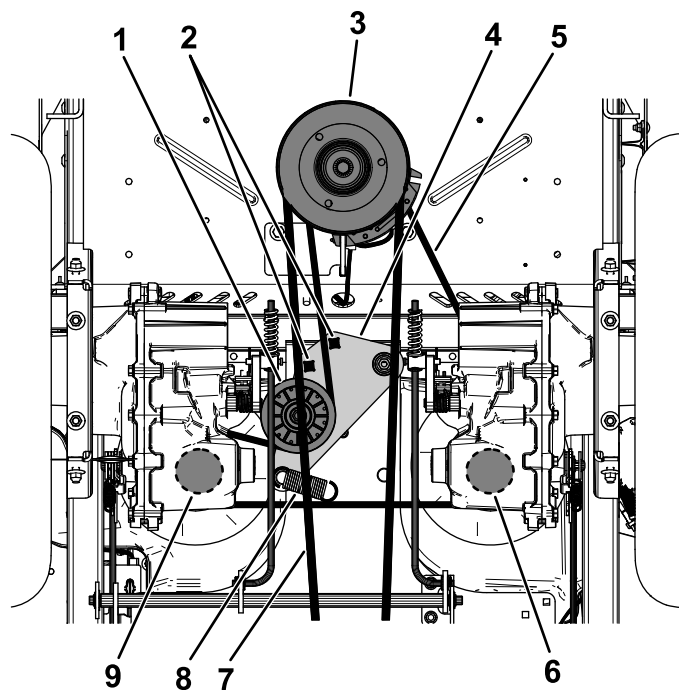

Figura 80
5. Utilice una llave de carraca de 1/2" o similar en uno de los orificios cuadrados del brazo tensor para aliviar la tensión del muelle tensor (Figura 80).
6. Retire la correa existente de la polea tensora, de las 2 poleas de transmisión de la bomba hidráulica y de la polea del motor (Figura 80).
7. Instale la correa nueva alrededor de la polea tensora, la polea del motor y de las 2 poleas de la bomba hidráulica (Figura 80).